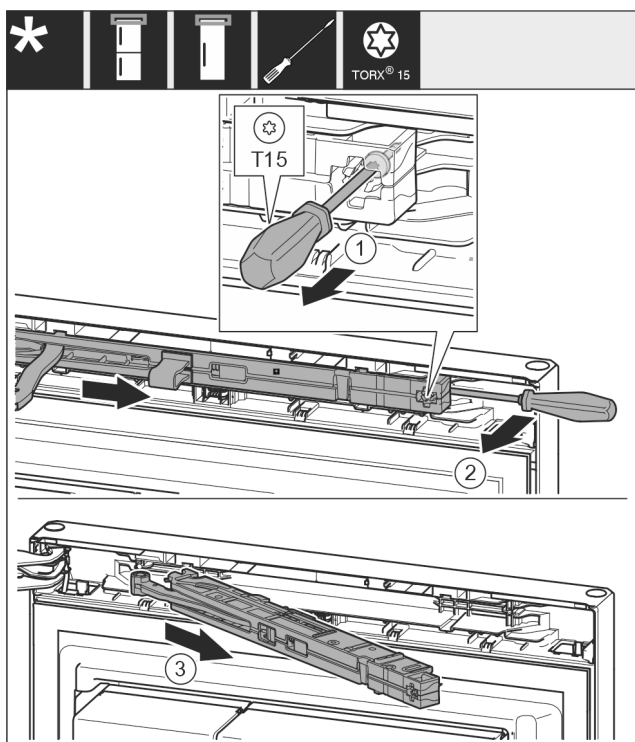

Fig. 11
- Lironi rreth 14 mm vidën në njësinë e amortizatorit të mbylljes me një kaçavidë T15. Fig. 11 (1)
- Futni një kaçavidë nga prapa njësisë së amortizatorit të mbylljes në anën e dorezës dhe shtyjeni njësinë nga përpara. Fig. 11 (2)
- Tërhiqni jashtë njësinë e amortizatorit të mbylljes. Fig. 11 (3)